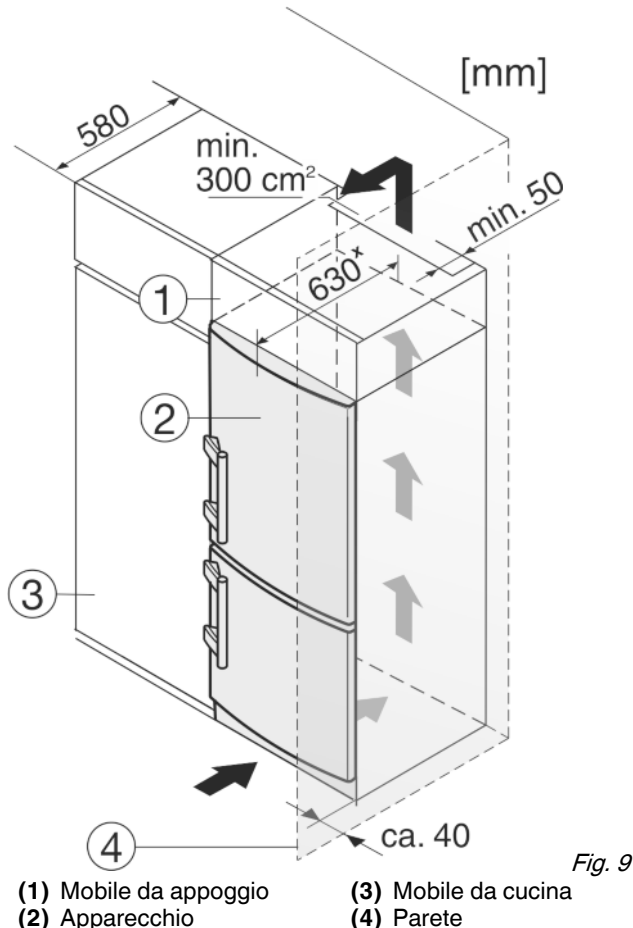

Fig. 9
- (1) Mobile da appoggio
- (2) Apparecchio
- (3) Mobile da cucina
- (4) Parete
L'apparecchio può essere incassato nell'arredamento per la cucina. Per adattare l'apparecchio Fig. 9 (2) all'altezza della cucina componibile, è possibile applicare sopra l'apparecchio un adeguato mobile da appoggio Fig. 9 (1).
Si la cocina posee armarios (profundidad máx. 580 mm), el aparato se puede colocar directamente junto al armario de cocina Fig. 9 (3). El aparato sobresale 34 mm* por los lados y 50 mm* en el centro del aparato respecto al frente del armario de cocina.
Se l'apparecchio con cerniere viene installato accanto ad una parete Fig. 9 (4), la distanza minima fra l'apparecchio e la parete deve essere almeno di 40 mm, che corrisponde alla sporgenza della maniglia con la porta aperta.